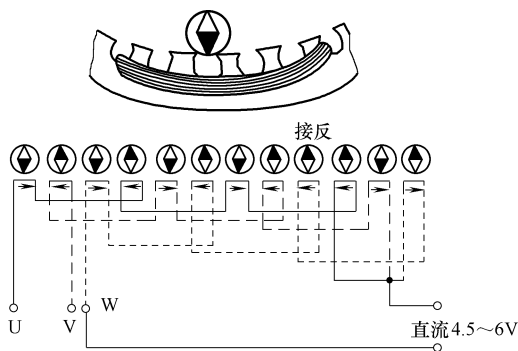

图 2-40 用指南针检查绕组接错或嵌反
3) 部分线圈接错或嵌反的检查 部分线圈或极相组嵌反、接错时,应先拆下端盖,抽出转子,将 $4.5\sim 6\text{V}$ 直流电通入一相绕组(“ $\Delta$ ”联结的绕组,应将三相绕组的接头拆开,“ $\text{Y}$ ”联结,应将电池两端分别接在中性点和待测绕组的另一个出线端上),如图 2-40 所示,使指南针在定子铁心内圆周向一个方向缓慢移动,接线正确时,指南针经过相邻极相组时,指针有规律地交替变化,若指南针经过相邻的极相组时指向不变,则其中的一个极向组接错。如果一个极相组中个别线圈接错,则在这个极相组内指针的指向会交替变化。查完一相,按同法检查另外两相。